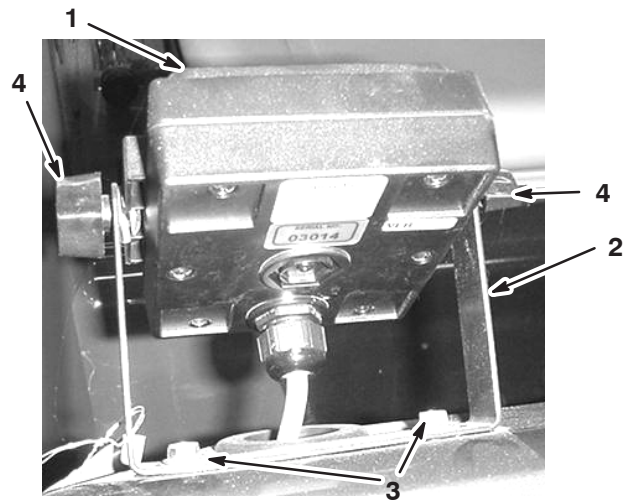

Bild 3
1. Montieren Sie die Steuergeräthalterung mit zwei Bundbolzen (1/4 x 3/4 Zoll) und zwei Bundmuttern (1/4 Zoll) am Armaturenbrett (Bild 3).
2. Montieren Sie die zwei Schlossschrauben, Gummischeiben und Handräder lose auf der Halterung, wie in Bild 3 und 4 dargestellt.
6. Montieren Sie das Spray Pro-Steuergerät über den Köpfen der Schlossschrauben (Bild 3) und ziehen Sie die Handräder an, um es zu befestigen.